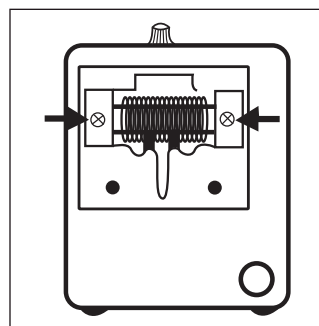

Figure 4
1. Éteignez le capteur et débranchez l'alimentation avant de retirer le rouleau séparateur. Retirez l'unité de coupe, puis retirez les deux vis. (Voir Figure 4)